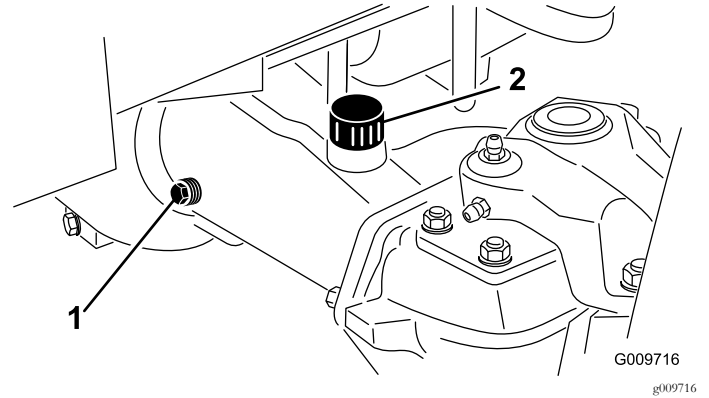

图56
2. 从轴的1端取出检查塞图56确保润滑油向上直至孔的底部。
注意 如果润滑剂过少请取出加注塞(图56)添加足够的润滑剂直至液位达到检查塞孔的底部。